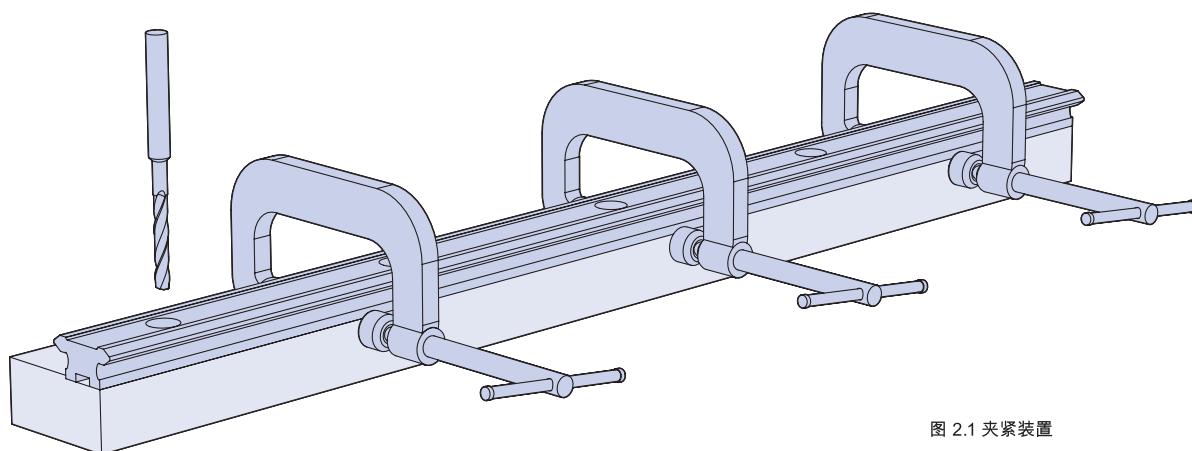

图 2.1 夹紧装置
2.1 为确保滑道固定正确,请紧紧地抵住安装面/定位销并使用卡夹固定,如图 2.1 所示,随后可将该轨道用作模板来为底座作孔定位。然后,可移走滑道,然后钻取配合的孔,这样可避免因孔位置公差累积效应而可能造成的不准,并确保滑道平行。